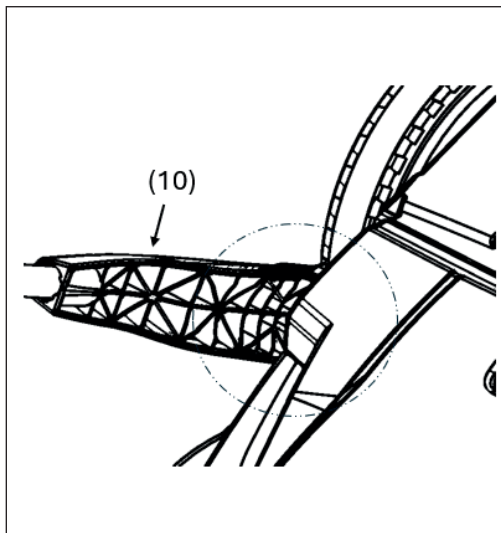

Рис. 9: Снятие дугообразной ручки
1. Переместите нажимную штангу в положение, при котором стержень в фитинге ручки (10) будет совмещен с краем крышки (рис. 9). В этом положении защелка в фитинге ручки совпадает с пазом в раме, и фитинг ручки можно снять, слегка надавив на него снаружи.